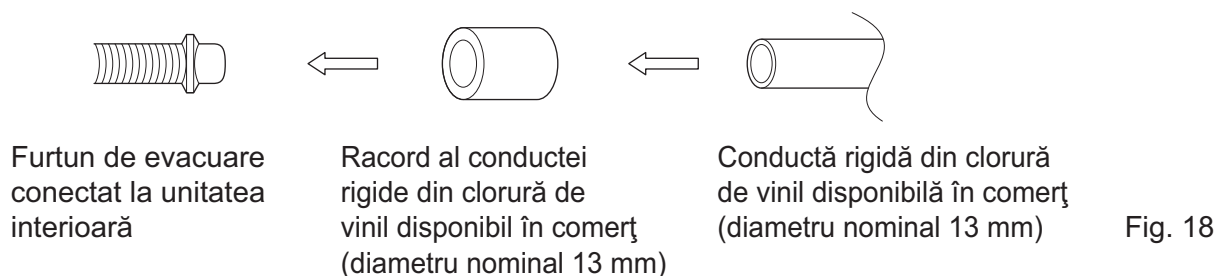

Fig. 18
- Când racordați direct o îmbinare din PVC rigid (diametru nominal 13 mm) la furtunul de evacuare racordat la unitatea interioară (de exemplu pentru tubulatura încastrată, etc.), utilizați o îmbinare din PVC rigid disponibil în comerț (diametru nominal 13 mm). **(Consultați Fig. 18)**